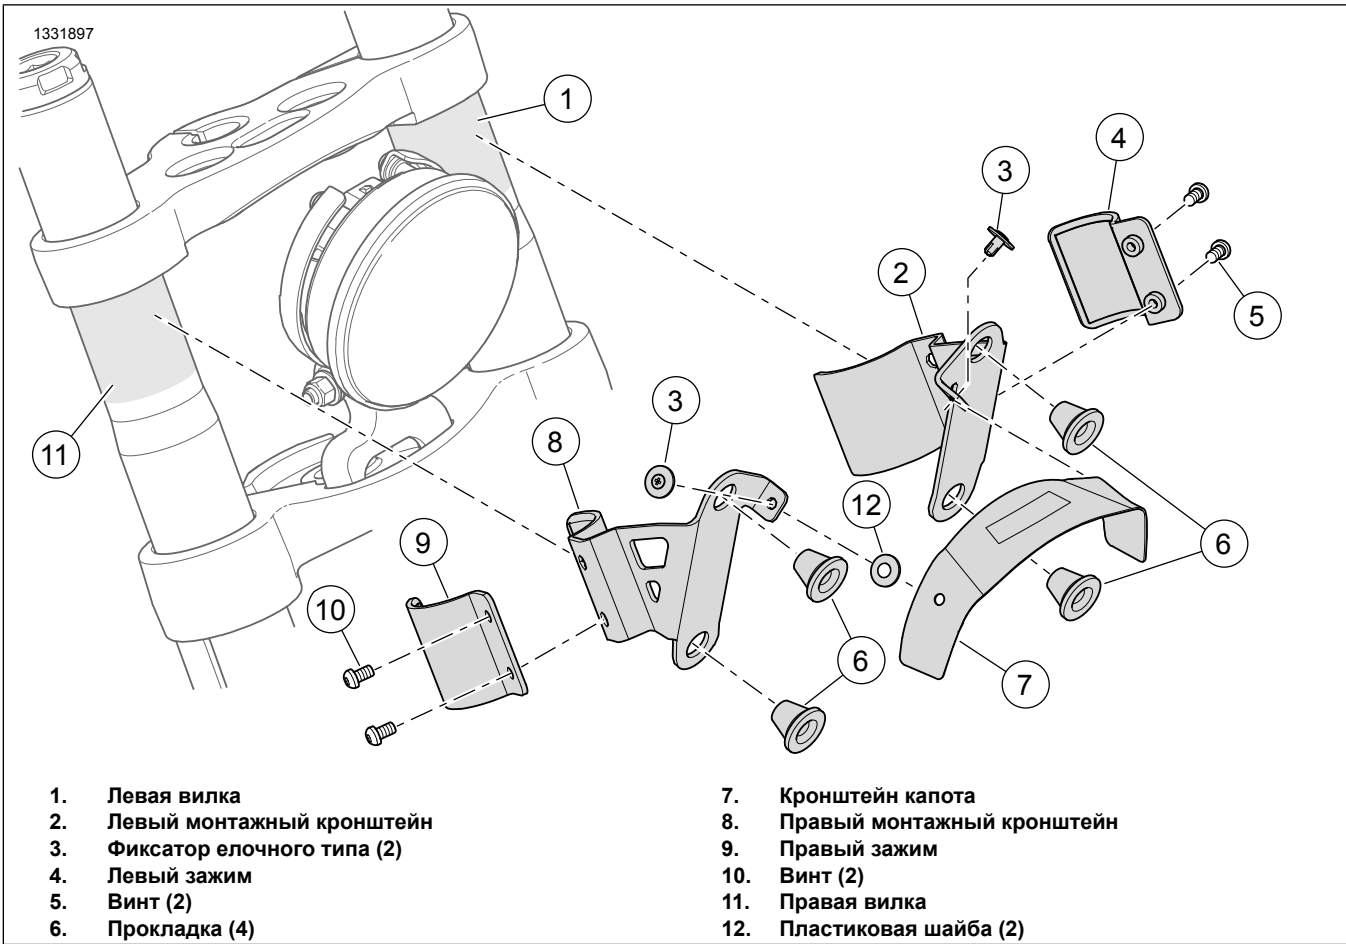

Рисунок 6. Кронштейн в сборе
2. Рисунок 6 Установите левый монтажный кронштейн в сборе.
- a. Протрите место установки левой вилки (1).
- b. Свободно установите левый монтажный кронштейн (2), зажим (4) и винты (5).
- a. Протрите место установки правой вилки (11).
- a. Приклейте пластиковую шайбу (12) к каждой отверстию кронштейна капота (7).
- b. Совместите отверстия для крепежа в левом и правом кронштейнах (2 и 8) в сборе с кронштейном капота (7).
- c. Убедитесь, что кронштейн капота (7) отцентрирован на фаре.
- d. Установите фиксаторы елочного типа (3), когда все кронштейны будут выровнены правильно.